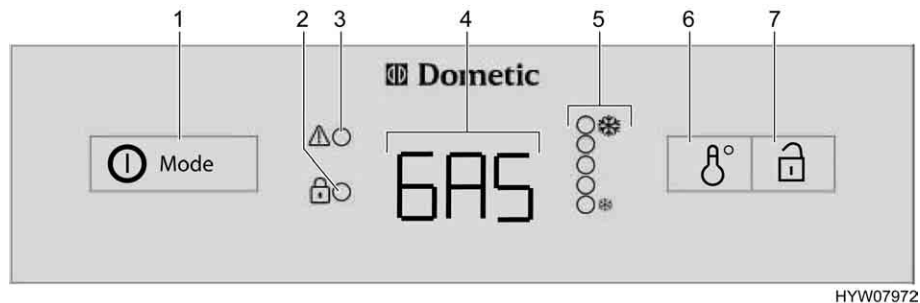

Fig. 123 Elementi di comando per il frigorifero (serie Dometic 8 con AES)
In caso di guasti il relativo indicatore LED "!" (Fig. 123,3) lampeggia.
Se è selezionato il funzionamento automatico, l'alimentazione a 230 V **non** è allacciata e il motore del veicolo è **spento**, il sistema AES seleziona il rifornimento di gas. Selezionando il funzionamento a gas, il dispositivo di sicurezza si apre automaticamente, così che il gas possa fluire al bruciatore. Contemporaneamente si inserisce l'accenditore elettronico. Se la fiamma del gas si spegne, p. es. a causa di un colpo di vento, l'accenditore viene subito azionato riaccendendo il gas. In caso di guasti nel funzionamento a gas, nell'indicazione di funzionamento (Fig. 123,4) lampeggia la scritta "GAS".
Dopo l'accensione il frigorifero seleziona automaticamente la regolazione intermedia del termostato. Questa impostazione può essere modificata manualmente con l'interruttore per la regolazione della temperatura (Fig. 123,6). Gli indicatori LED (Fig. 123,5) visualizzano la temperatura selezionata sul termostato. Con l'interruttore viene regolata la temperatura di refrigerazione per tutti i tre tipi di energia. Ci vogliono alcune ore prima che il frigorifero raggiunga la temperatura normale di esercizio. Cambiando la modalità di funzionamento la regolazione del termostato non viene modificata. La temperatura di refrigerazione è indipendente dal tipo di energia utilizzata.
- Premere l'inseritore/selettore di energia (Fig. 123,1) per 2 secondi, per accendere l'apparecchio. L'ultima modalità di funzionamento prescelta viene visualizzata nell'indicazione di funzionamento (Fig. 123,4).
- Con l'inseritore/selettore di energia (Fig. 123,1) selezionare il tipo di energia.
- Regolare la temperatura di refrigerazione sull'interruttore per la regolazione della temperatura (Fig. 123,6). Gli indicatori LED (Fig. 123,5) visualizzano la regolazione del termostato prescelta.
- Premere l'inseritore/selettore di energia (Fig. 123,1) per 2 secondi. Cancellare tutte le indicazioni.